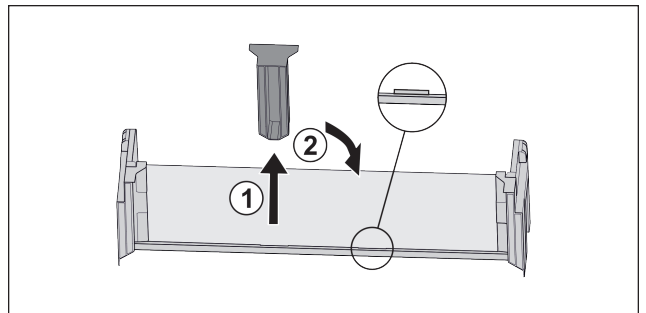

Fig. 17
- ▶ Desprindeți piesa de susținere intermediară Fig. 17 (1).
- ▶ Introduceți piesa de susținere intermediară la a doua poziție Fig. 17 (2).